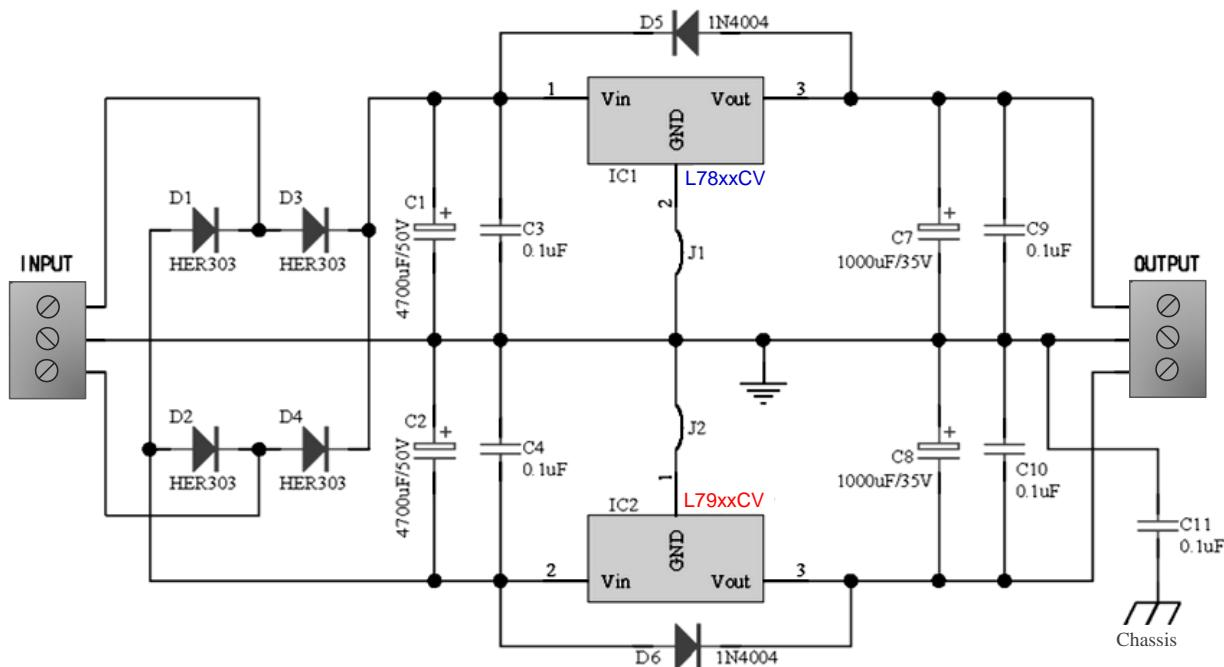

Figura 2.113 – Esquema de uma fonte simétrica, utilizando as séries 78xx e 79xx.
**Exemplo 58** – Fonte simétrica com os CI's 78XX e 79XX: Figura 2.113.